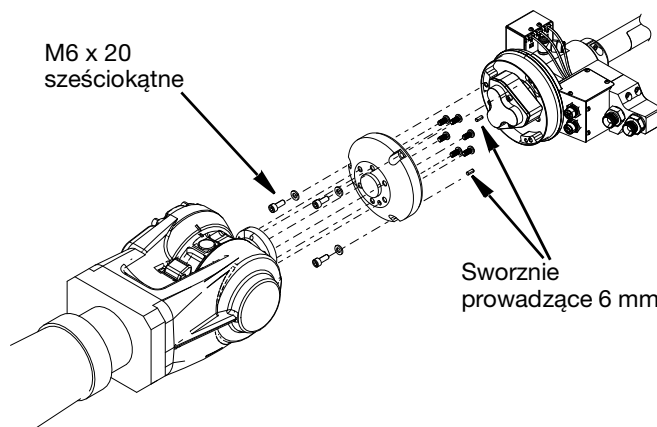

FIG. 2
2. Kołnierz montażowy zostaje następnie przymocowany do korpusu pistoletu Switch 3D za pomocą trzech śrub z gniazdem sześciokątnym M6 x 20. Dokręcić momentem 98,2 in-lb (11,1 N•m). Ważne jest, aby upewnić się, że dostarczone z zestawem sworznie prowadzące 6 mm są włożone we właściwych pozycjach. Patrz FIG. 2.